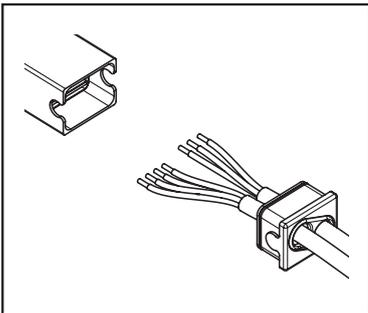

Abb.4 Motorkabel und Stromversorgungskabel
4. Isolieren Sie das Motorkabel und das Stromversorgungskabel ca. 3 cm und dann die einzelnen Adern ca. 6 mm ab (Abb. 4).